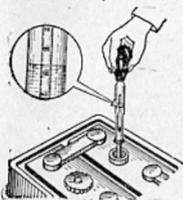

Рис. 137. Проверка плотности электролита в аккумуляторной батарее
1. Проверьте плотность электролита (рис. 137) и степень заряженности батарей по напряжению аккумуляторов под нагрузкой (не реже одного раза в квартал батарею снять и подзарядить).